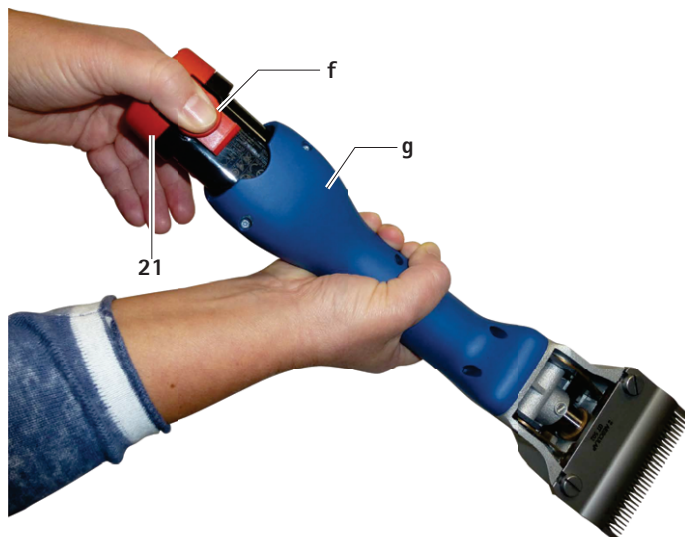

Fig. 1
- ▶ Hold den batteridrevne klippemaskine **g** med klippehovedet nedad, så Li-Ion-batteriet **21** ikke falder af, hvis det løsnes, se Fig. 1.